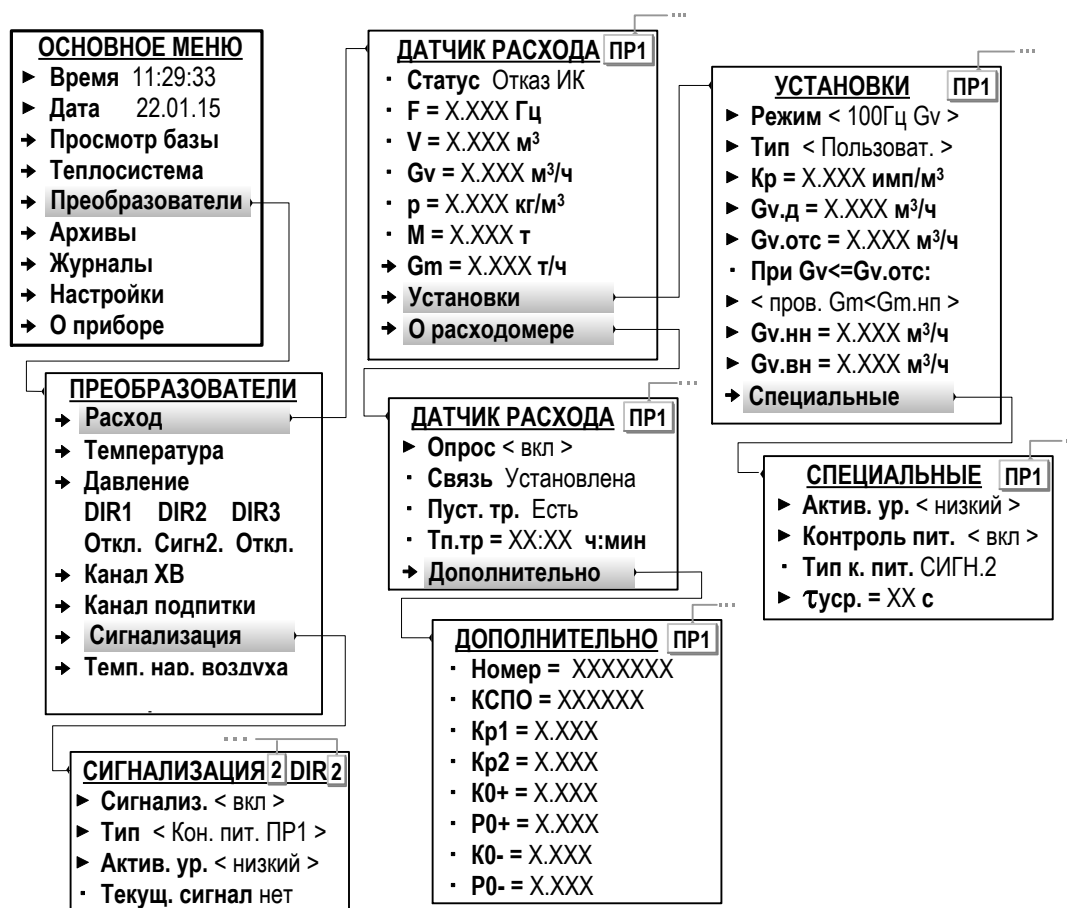

Рис.24. Вид меню установочных параметров ПР (режим СЕРВИС).
Отсутствие сигнала соответствующего уровня от ПР в течение **тпров** определяются как **Отказ ИК** (Отказ измерительного канала – меню **Преобразователи / Расход** параметр **Статус**, рис.24).
Контроль питания расходомера также может быть назначен в меню **Преобразователи / Сигнализация** (рис.24). В этом случае в меню **Преобразователи / Расход / Установки / Специальные** будет индцироваться строка **Тип к. пит. СИГН.1(2,3)**.
7.5.2.4. Для ПР, физически подключенных к входу «RS485.ПРИБОР» и программно подключенных к ТВ по интерфейсу RS-485 (п.7.3.4.3) в меню **О расходомере** (рис.24) появляются дополнительные строки: